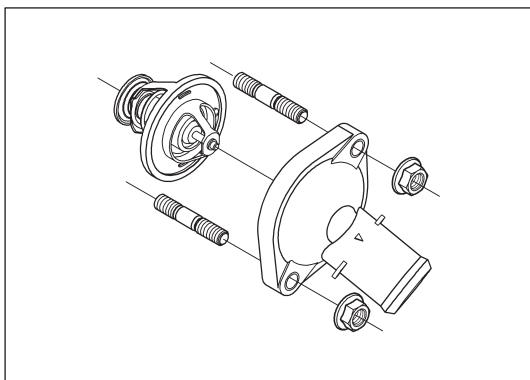

Рис. 10-5-2. Разборка термостата
- (1) Слить охлаждающую жидкость.
- (2) Снять корпус термостата и сам термостат.
- a) Открутить две шестигранные фланцевые гайки (M6), затем снять корпус термостата, как изображено на рис. 10-5-2.